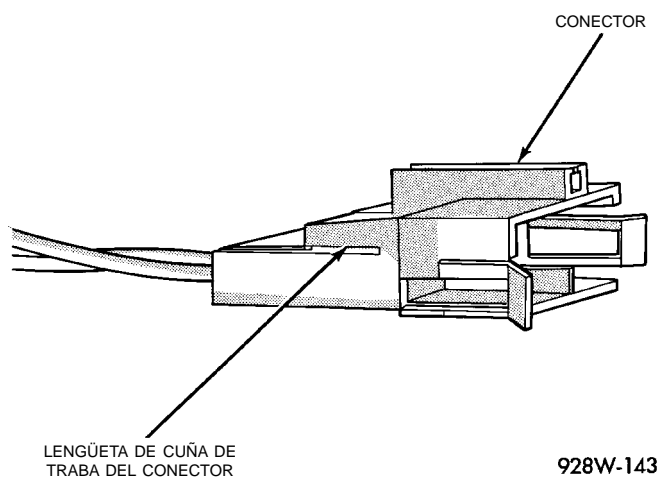

Fig. 21 Lengüeta de cuña de traba del conector (Característica)
(1) Desconecte la batería.
(2) Desconecte el conector que debe repararse de su mitad complementaria. Retire la cuña de traba del conector, si fuese necesario (Fig. 21).
(3) Retire la cuña de traba del conector, si fuese necesario (Fig. 21).